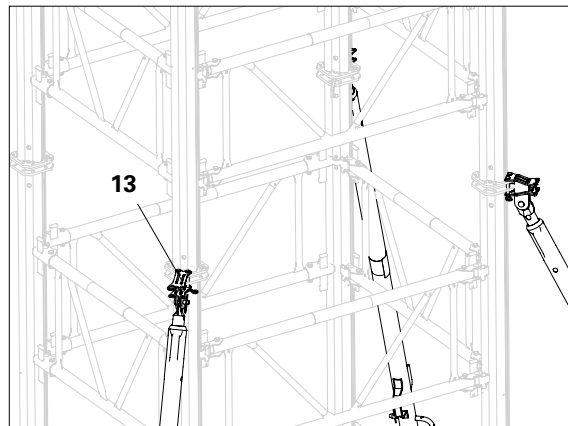

Fig. A5.02a
1. Fixer la Fixation D'Étai de Réglage MPR (13) à l'articulation de l'étais. (Fig. A5.02a)